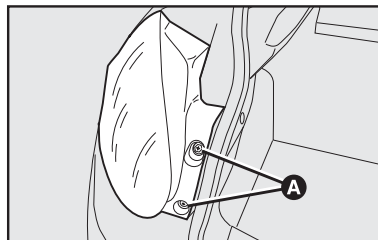

fig. 23
- abrir o porta-malas, depois, desatarraxar os dois parafusos **A-fig. 23** de fixação do grupo óptico traseiro;